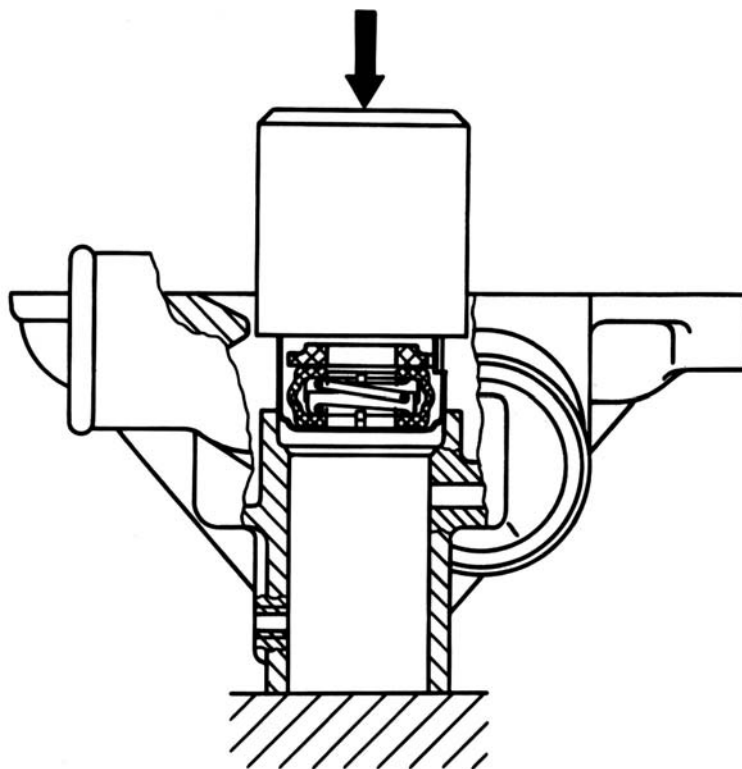

Рис. 3.1.56. Запрессовка сальника
– при помощи оправки установить сальник в корпус насоса (рис. 3.1.56), не допуская перекоса. Предварительно смазать посадочную поверхность резинового сальника моторным маслом;